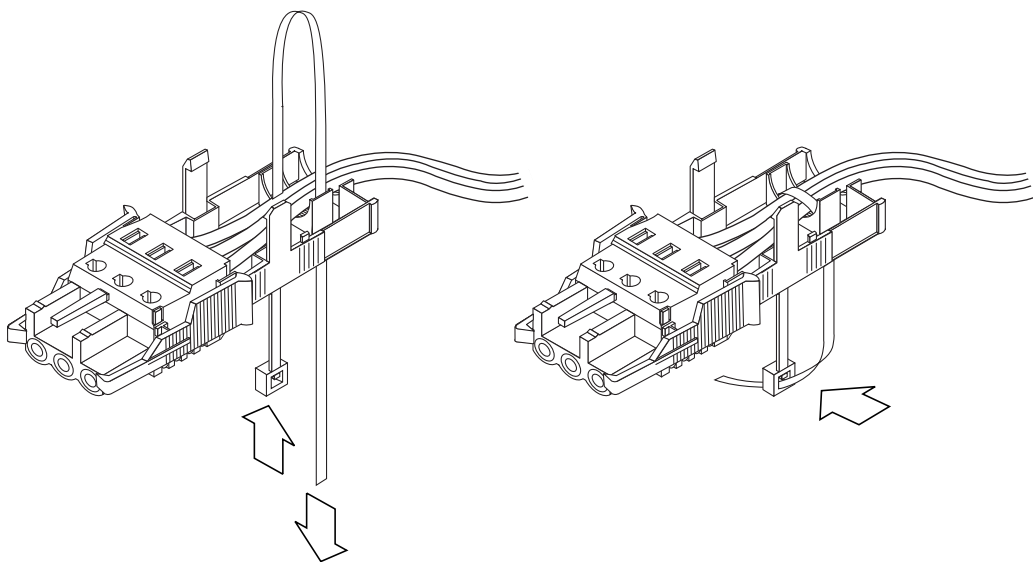

图 3-8 将导线固定到减缓应变外罩上
3. 将连结带插入减缓应变外罩的底部（请参见图 3-8）。
4. 将连结带环绕在导线上，从减缓应变外罩中引出，并拉紧连结带，以使导线固定到减缓应变外罩上（请参见图 3-8）。